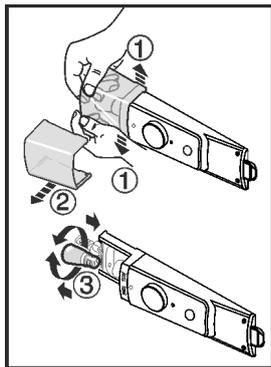

Fig. 10
- ▶ Presionar la cubierta de la lámpara en la zona delantera según la figura Fig. 10 (1) y retirar hacia un lado Fig. 10 (2).
- ▶ Sustituir la lámpara. Fig. 10 (3)